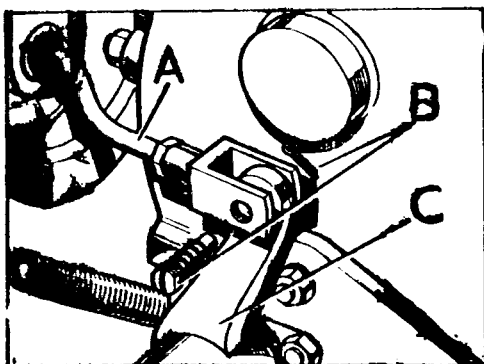

Fig. C-16 Freno a la transmisión
- 1.5. Soltar la varilla, A (Fig. C-16) del freno de mano en su unión a la palanca acodada, C, y extraer el eje transversal de la palanca de freno.
- 1.3. Soltar la varilla, A (Fig. C-16) del expansor del freno en su unión a la palanca acodada, C, y tensar el ajustador del freno.